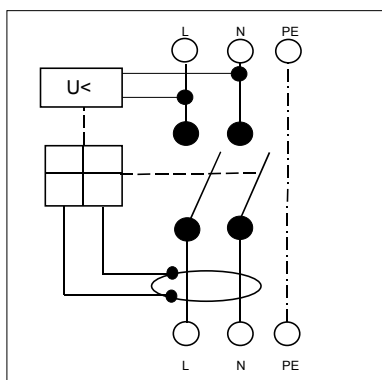

Bild 2
Bild 2 zeigt die Funktion der ortsveränderlichen Schutzeinrichtung mit **RCD und Hilfsspannung**. Diese RCD schaltet die Phase (L) und den Neutralleiter (N) im Fehlerfall ab. Der Schutzleiter (PE) ist immer durchgängig.
Die Prüfungen der erweiterten Schutzfunktionen können z.B. mit Hilfe eines Prüfadapters (Bild 2) durchgeführt werden.